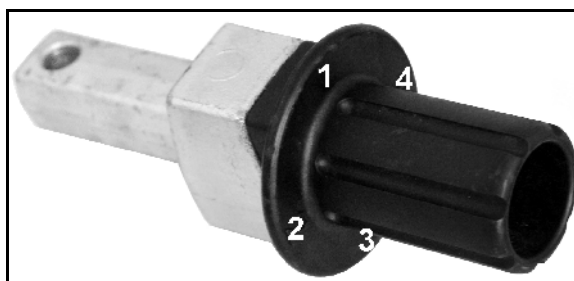

Fig. 47
1. Fjern splinten (Fig. 47/1).
2. Fest svingarmen (Fig. 47/2) i samsvar med ønsket dreieretning.
3. Forleng/forkort spindelen (Fig. 47/3) med sveiven.